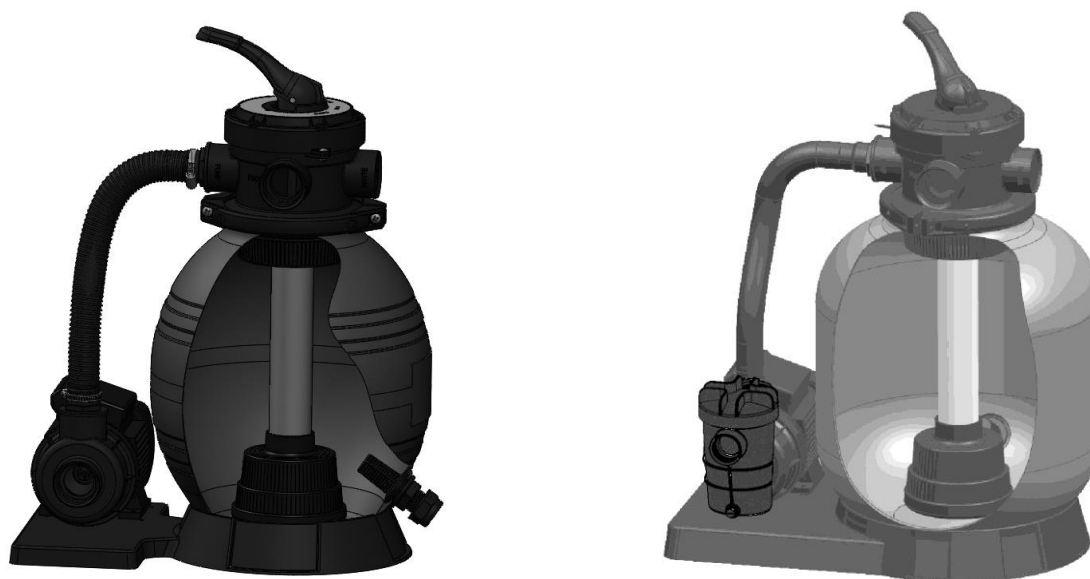

Fig. 7
7. Collegare il serbatoio del filtro a sabbia con il tubo flessibile, i morsetti per tubi e i collegamenti dei tubi. (Fig. 7)